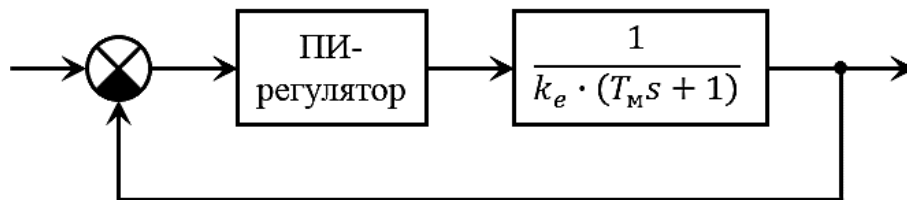
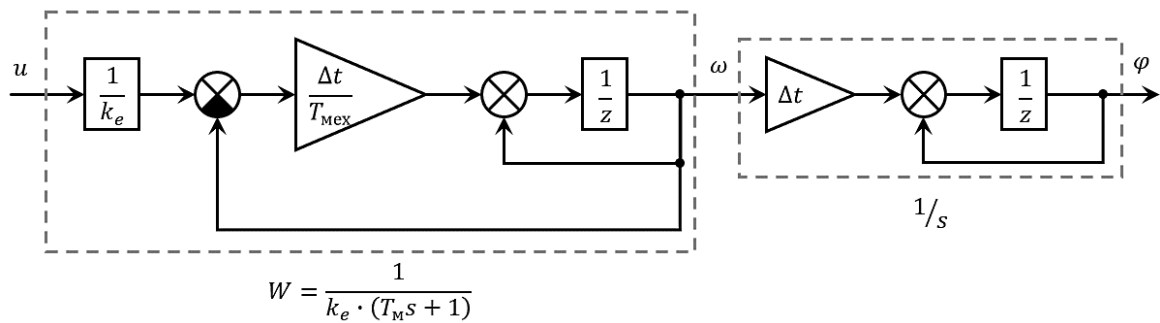
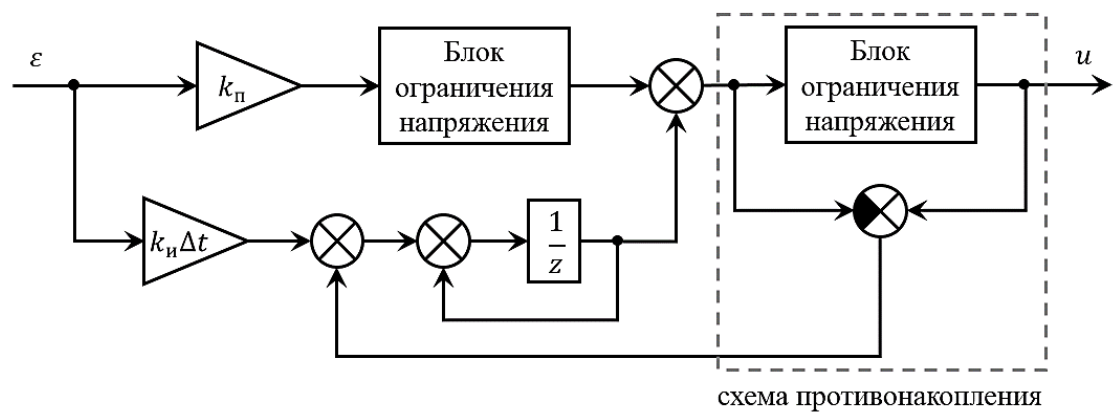

Рис. 1.1. Структура системы управления.
Рис. 1.2. Структура объекта управления.
Рис. 1.3. Структура ПИ-регулятора.
Задание: создать виртуальную систему управления (рис. 1.1), включающую: модель объекта управления (рис. 1.2), ПИ-регулятор (рис. 1.3), сумматор и обратную связь.
2.3. Разработать программный код функционального блока «FB_Motor», использующий приведенные выше поля в соответствии с их описанием. Расчет значения на выходе блока происходит в соответствии со схемой ДПТ (рис. 1.2) или путем вывода из передаточной функции объекта разностного уравнения методом Z-преобразования.
Написать программный код, использующий приведенные выше поля в соответствии с их описанием. Расчет значения на выходе блока происходит в соответствии со схемой ПИ-регулятора (рис. 1.3). Схема противонакопления используется для ограничения напряжения, поступающего на двигатель, в целях обеспечения стабильности его работы.
3.3. Написать в основном цикле программы реализацию системы управления (рис. 1.1), имеющую на вход значение переменной speed и активирующейся при наличии логической «1» в переменной enable.